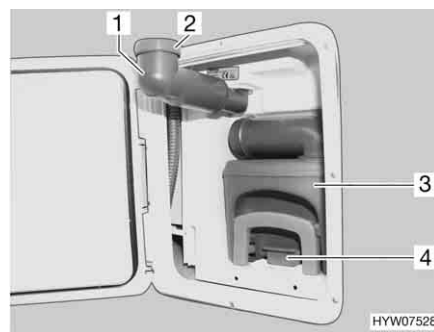

Fig. 106 Cassetta Thetford
- Ruotare il bocchettone di riempimento dell'acqua potabile (Fig. 106,1) verso l'esterno.
- Rimuovere il coperchio a vite (Fig. 106,2).
- Tirare verso l'alto la staffa di supporto (Fig. 106,4) ed estrarre la cassetta Thetford (Fig. 106,3).